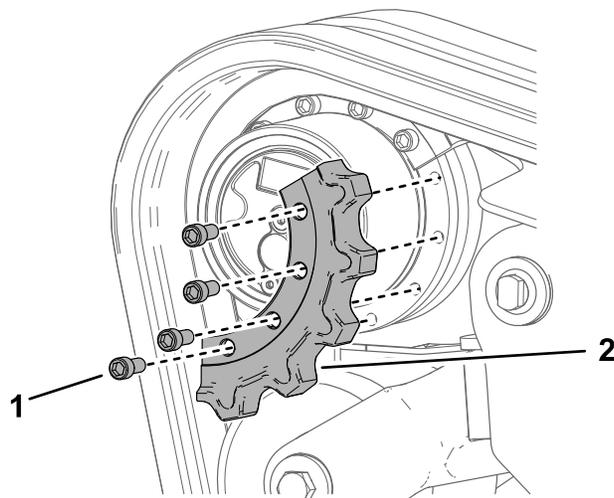

Рисунок 75
12. Снимите сегмент ведущего колеса (Рисунок 75).
7. Нанесите резьбовой герметик на болты первого снятого сегмента ведущего колеса и установите этот сегмент (Рисунок 75). Затяните болты с моментом от 247 до 301 Н·м.